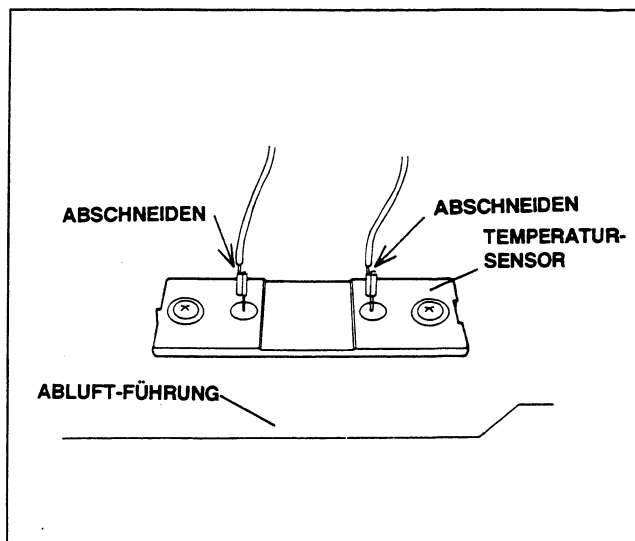

Abb. 18
- (A) Schneiden Sie die beiden Drähte an den Anschlüssen des Sensors ab (Abb. 18).
- (B) Lösen Sie die beiden Schrauben, mit denen der Temperatur-Sensor befestigt ist und ersetzen Sie ihn durch einen neuen.
- (C) Löteten Sie die Anschlußdrähte an den Anschlußklemmen des neuen Sensors an.
- (A) Der obere Antennen-Motor kann ausgebaut werden, indem die Anschlußdrähte abgezogen und die 2 Befestigungsschrauben entfernt werden.
- (B) Um den unteren Antennen-Motor auszubauen, legen Sie das Gerät vorsichtig auf die linke Seite (Hochspannungs-Kondensator-Seite).
- (C) Nehmen Sie die Motor-Abdeckung ab, indem Sie 2 Schrauben lösen und wie bei der oberen Antenne vorgehen.